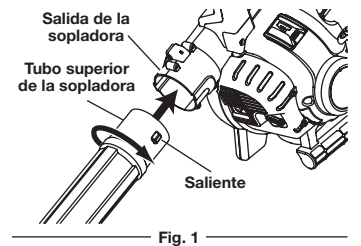

Fig. 1
1. Alinee el saliente del extremo del tubo superior de la sopladora con la ranura de tope del extremo inferior de la salida de la sopladora (Fig. 1).
2. Inserte el tubo superior de la sopladora en la salida de la sopladora (Fig. 1).
3. Gire el tubo superior de la sopladora en el sentido de las agujas del reloj hasta que trabe en su sitio (Fig. 1).